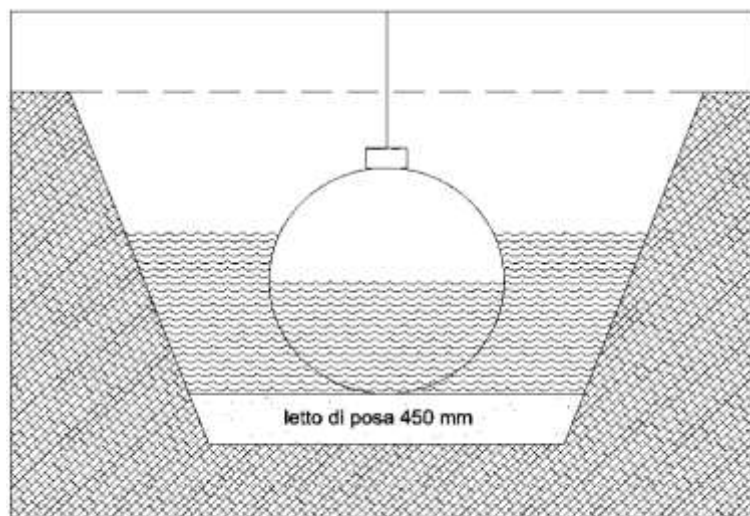

Figura 4-8 SCAVO BAGNATO
- Aggiungere poi ulteriore zavorra per affondare ulteriormente il manufatto (vedere Figura 4-8);